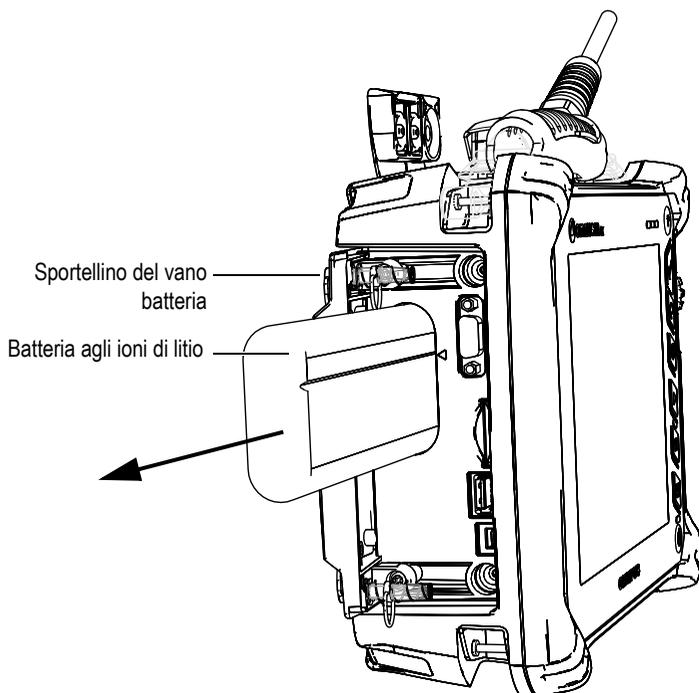

Figura 3-6 Rimozione di una batteria agli ioni di litio
2. Tirare la cinghietta per rimuovere la batteria (vedere Figura 3-6 a pagina 48).